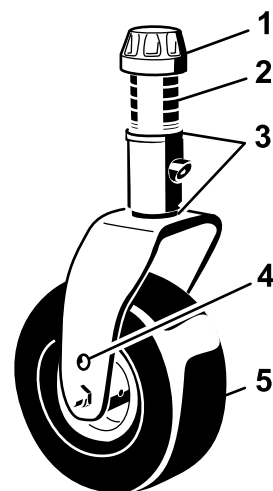

Figura 15
4. Retire el casquillo tensor del eje y deslice el eje fuera del brazo de la rueda giratoria (Figura 15).